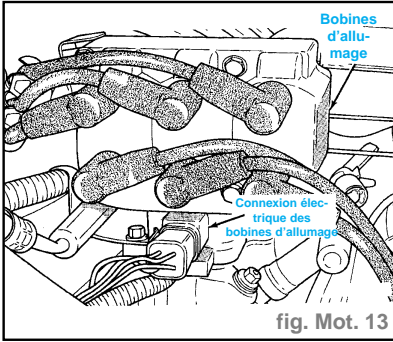

fig. Mot. 13
- vérifier l'acheminement du câble d'allumage entre l'ensemble de bobine et les bougies. Vérifier que le câble est acheminé dans l'ordre correct et complètement engagé sur la bobine et la bougie (fig. Mot. 13),